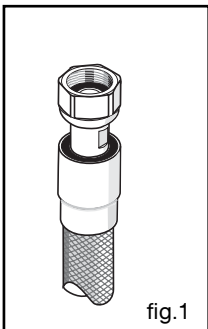

fig.1
- Les échauffements produits par son fonctionnement classent cette cuisinière en classe 1 (appareil isolé) ou en classe 2 - sous classe 1 (incorporable ou non incorporable, fig.1), selon norme gaz : EN 30-1-1.
Vous devez respecter les cotes d'encastrement suivantes (**fig.1 et 2**):
- Pour les gaz distribués par une canalisation (gaz naturel), le raccordement s'effectue (fig.1) :
- soit par tuyau flexible avec embouts mécaniques filetés (fig. 1).
- Retirez les grilles, les chapeaux et les têtes de tous les brûleurs (fig. 1).
- Enlevez le déflecteur en dévissant les 2 vis le maintenant (**fig.1**)
- Enlevez le capot arrière en dévissant les 11 vis de maintien (**fig.1**)